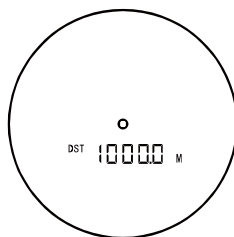

Рисунок 2
В режиме измерения расстояния нацельтесь на выбранный объект и нажмите кнопку включения/измерения (1). На дисплее отобразится расстояние до цели по прямой (рис. 2).